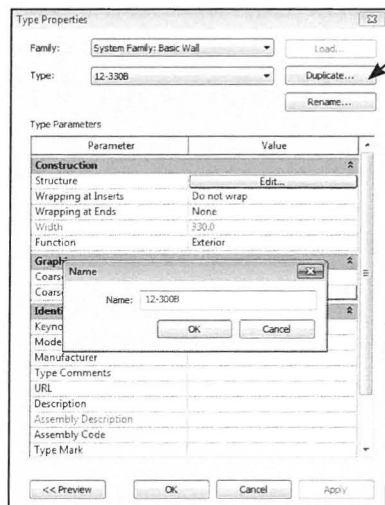

Fig. 05.85. Lav en kopi, ved at klikke på *Duplicate*.
- Klik *Duplicate* og ændre navnet til 12-300B (Fig. 05.85).